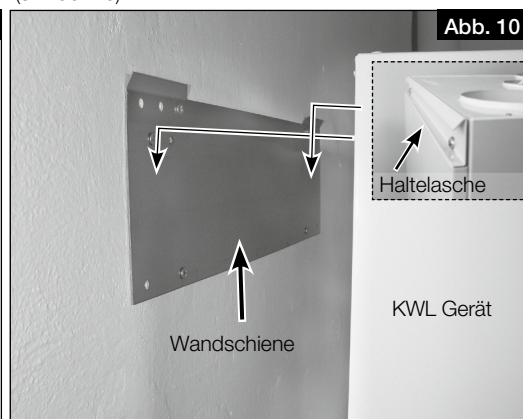

Abb. 10
3. Gerät an den Haltelaschen in die Wandschiene einhängen (s. Abb. 10).